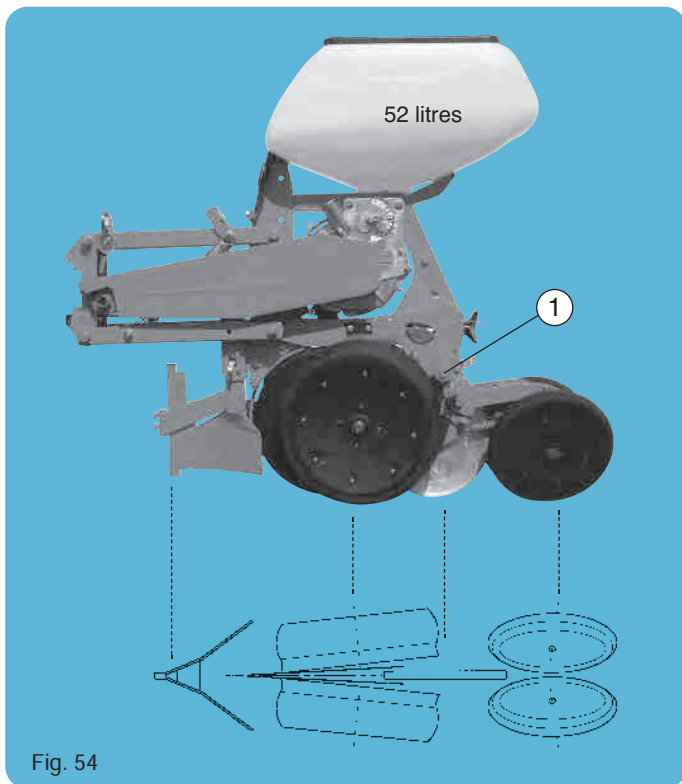

Fig. 54
- Semoir attelé, enlever les roues latérales de jauge avec les bras par les vis (1) (fig. 54).
- With planter hitched, remove the side gauge wheels with arms by using the screws (1) (fig. 54)
- Con la sembradora enganchada, quitar las ruedas laterales de nivel con los brazos con los tronillos (1) (fig. 54).